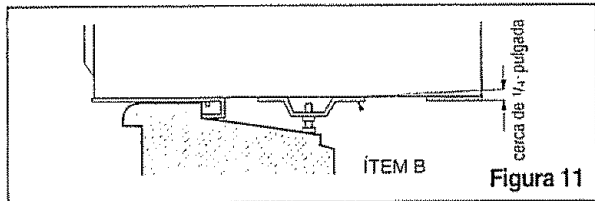

Figura 11
**10** El gabinete debe instalarse con una inclinación muy ligera (cerca de 1/4 pulgada, 6.35 mm) hacia abajo y hacia fuera (Figura 11). Ajuste el perno y la tuerca del soporte de antepecho para equilibrar el gabinete